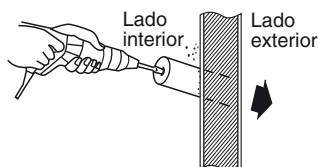

Fig. 3-16
- (8) Si los tubos y los cables tienen que ir hacia la parte posterior de la unidad, haga orificios en la pared. (Fig. 3-16)